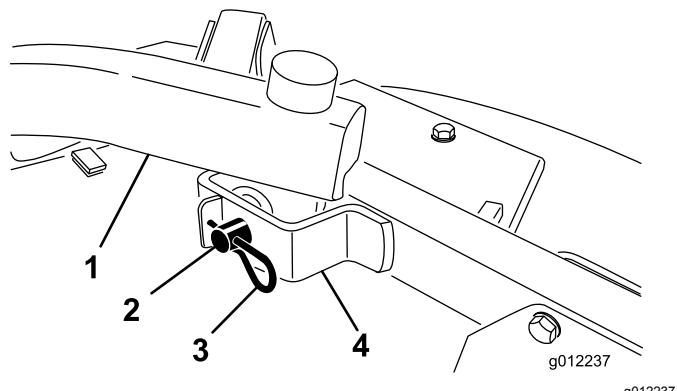

Figura 24
2. Retire las chavetas y los pasadores de horquilla que fijan los brazos de elevación a los soportes de los brazos de las ruedas giratorias (Figura 24).